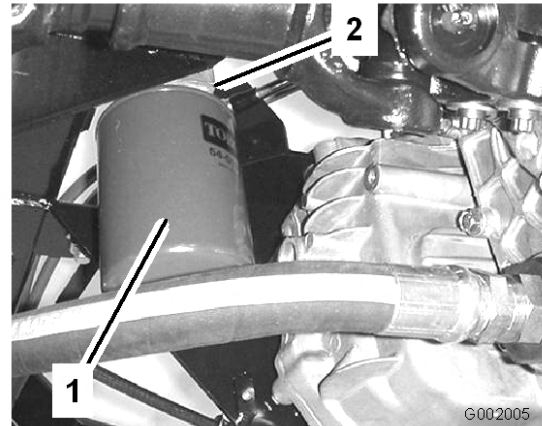

Figura 65
4. Retire el filtro (Figura 65).